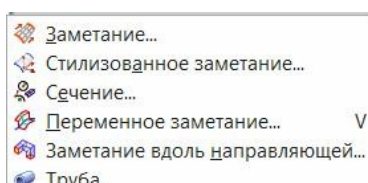

рис.13
- Затем следует обратиться к падающему меню «Вставить \ Заметание», и в этом разделе выбрать команду **Труба** (рис.13).
- Затем вызовите команду «Вставить \ Заметание \ Заметание вдоль направляющей» (рис.13).
- По аналогичному принципу можно построить и более сложные поверхности. Рассмотрим возможность «Заметание» (рис.13,20).